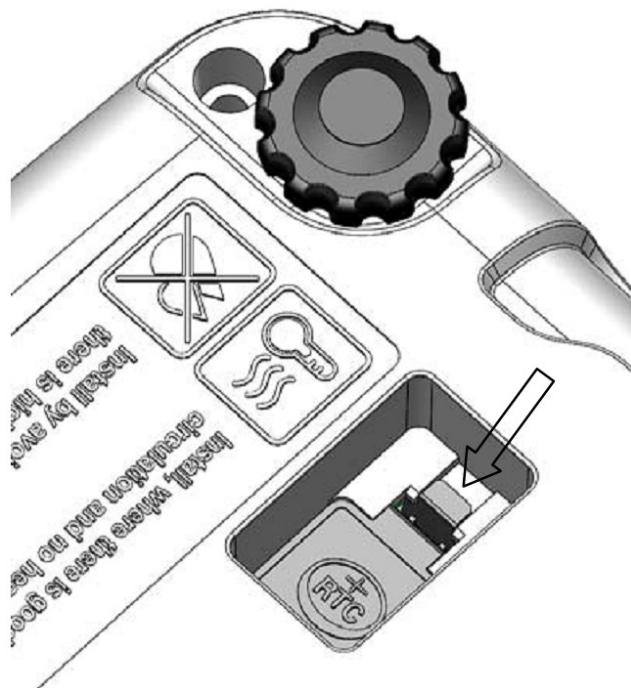

Рис. 10.1- Положение переключателя юстировки
- Для перехода в режим юстировки переведите переключатель юстировки на нижней стороне прибора в положение CAL (рис. 10.1):